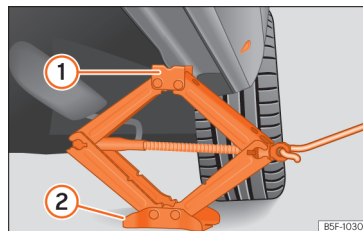

Fig. 249 Larguero: colocación del gato del vehículo.
- Gire la manivela del gato, situado bajo el punto de apoyo del larguero, para elevarlo hasta que la pestaña ① >>> **fig. 249** quede situada bajo el alojamiento previsto.
- Alinee el gato de modo que la pestaña ① “agarre” en el alojamiento previsto del larguero y la placa base móvil ② quede apoyada en el suelo. La placa base ② debe caer en la vertical respecto al punto de apoyo ①.